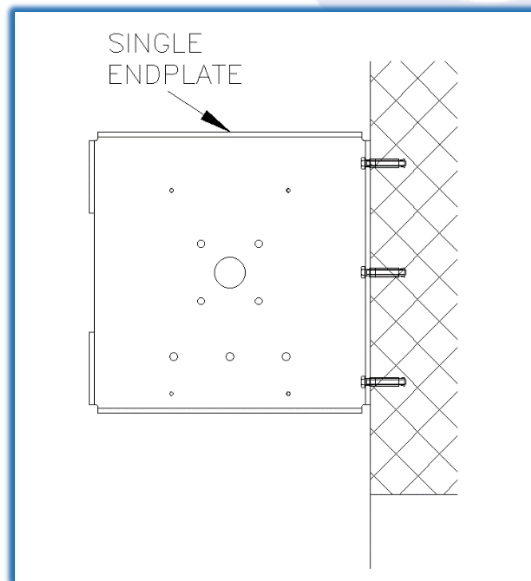

Fig. 002
- 3) Fjern lageret fra den ene endeplata og sett det til side. Monter den ene endeplata på strukturen. Forsikre deg om at målingen over endeplatene er korrekt i samsvar med den godkjente tegningen. **Se fig. 002.**